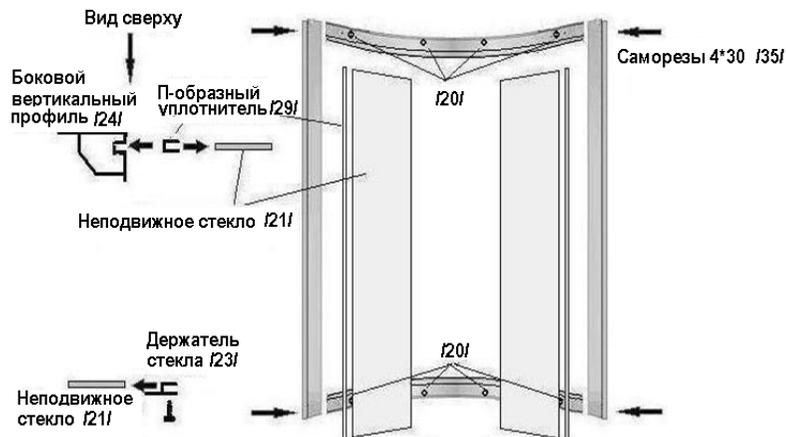

Рис.11
3.3. Сборка фронтальной стенки (рис.11).